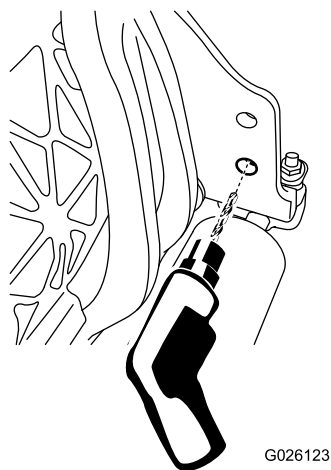

Bild 4
1. Vergrößern Sie das untere Loch auf der rechten Seite der Schneideinheit mit einem 9-mm-Bohrer (23/64") (Bild 4).